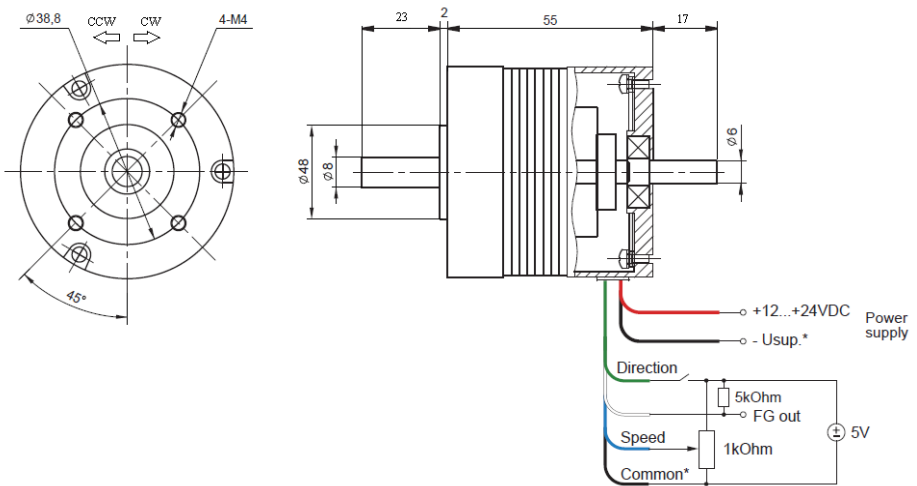

Рисунок 3. Схема подключения, габаритные и присоединительные размеры привода
Схема подключения, а также габаритные и присоединительные размеры привода представлены на рис. 3
1. Выполните соединение привода с источником питания согласно схеме подключения (рис. 3). Толщина соединительных проводов должна соответствовать потребляемому двигателем току.